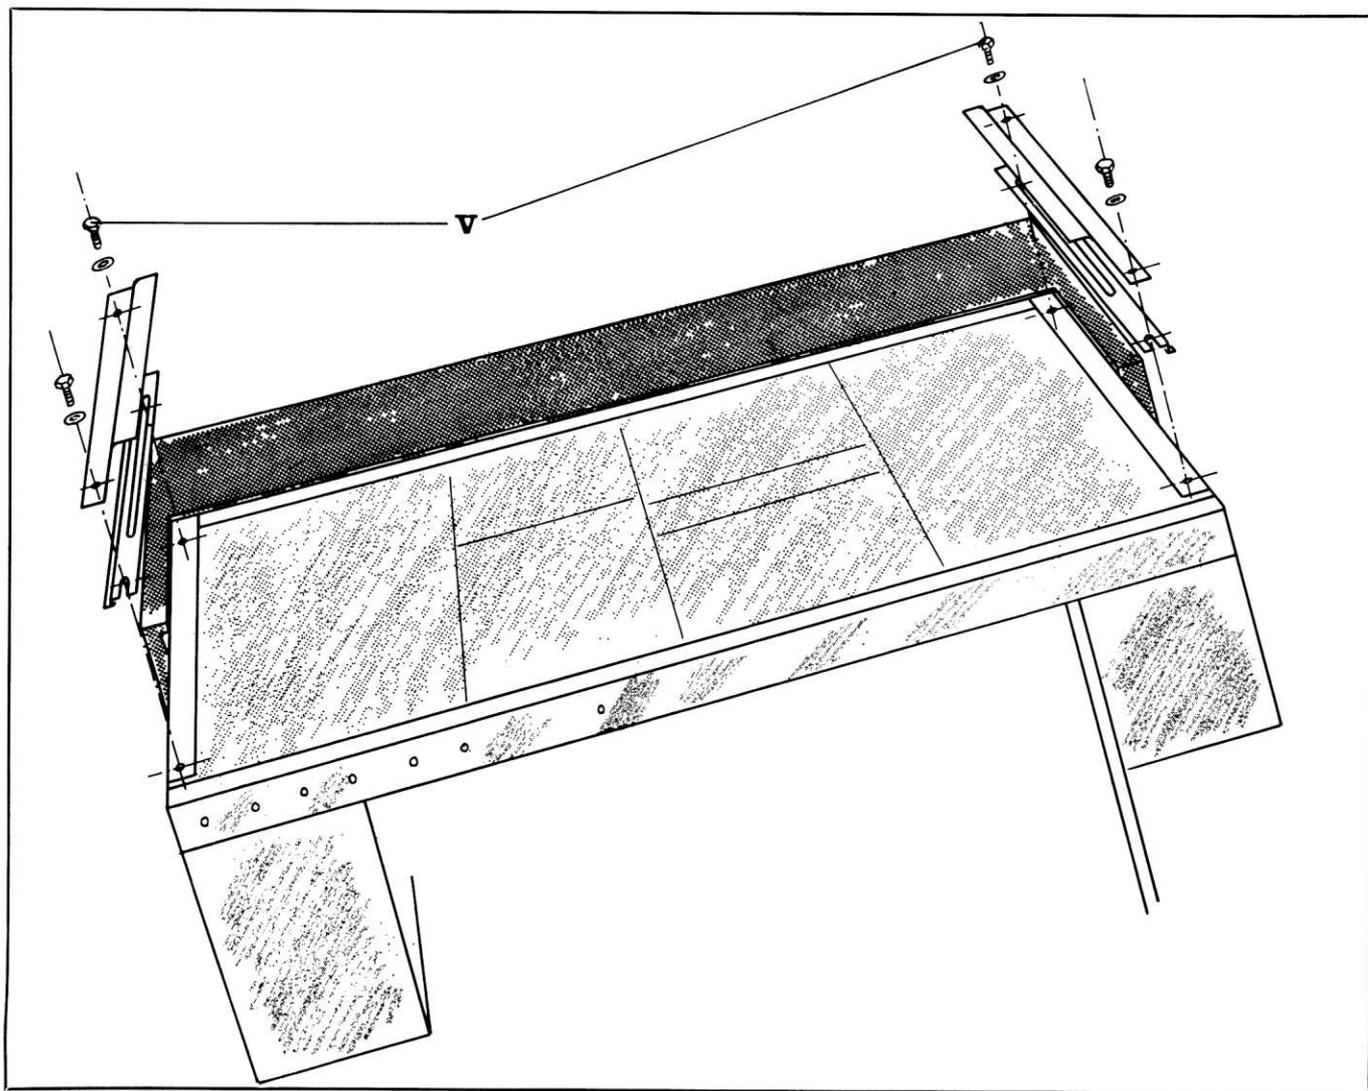

FIG. 6
Tirer, vers l'arrière, le châssis et bloquer provisoirement les 2 vis (V). fig. 6.